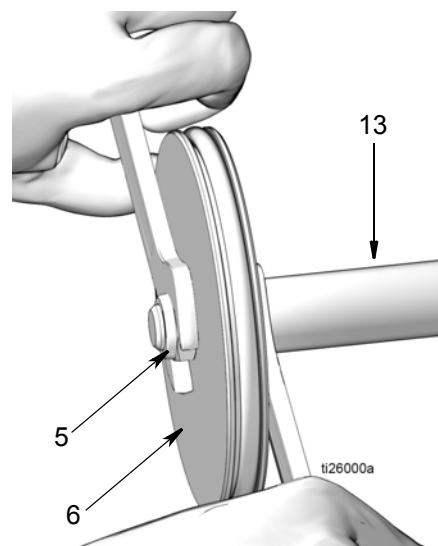

FIG. 20
- a. Tirer la tige de piston (13) et le piston (6) hors du vérin pneumatique (2) (FIG. 20).
- b. Pour séparer la tige de piston (13) et le piston (6), faire tourner deux clés dans le sens opposé l'une de l'autre. Poser une clé à fourche sur les méplats de la tige de piston ; la seconde clé est utilisée pour desserrer l'écrou (5) comme indiqué à la FIG. 20.
**REMARQUE :** La clé à fourche posée sur les méplats de la tige de piston n'est utilisée que pour tenir fermement la tige, **ne pas faire** tourner cette clé. Faire tourner cette clé pourrait rayer ou endommager la surface du piston et entraîner des fuites de liquide pendant le fonctionnement de la pompe. Ne faire tourner que la clé posée sur l'écrou (5) pour le desserrer puis le retirer.